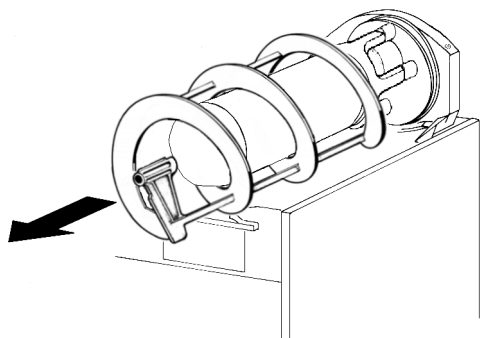

figure 6
**3** Enlever de l'évaporateur la spirale extérieure (voir figure 6)